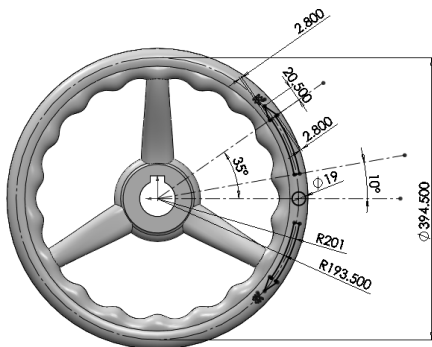

图 3-45 创建草图操作
STEP 5 创建一距离“前视基准面” 30mm 的基准面，并在此基准面中创建如图 3-45 所